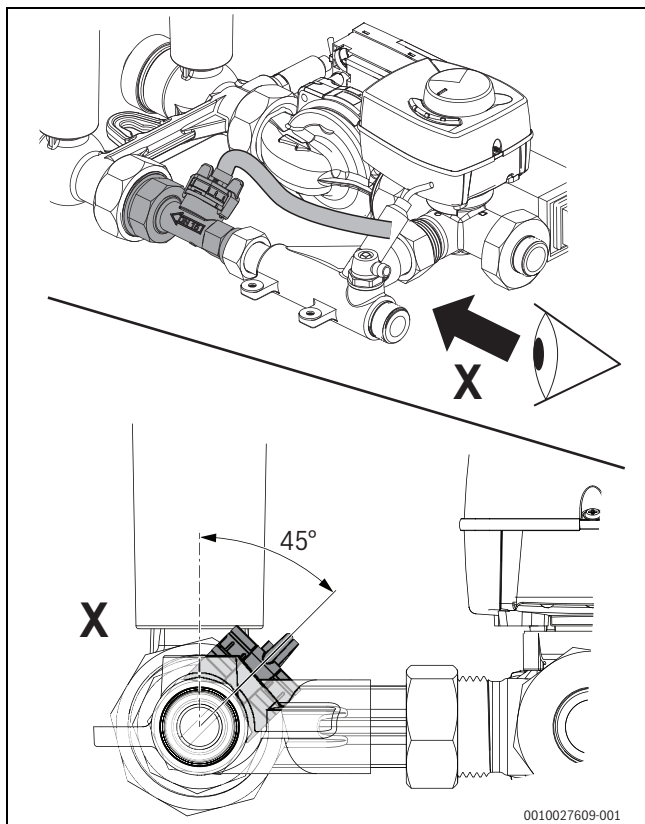

Fig. 31 Alignement de la sonde volumétrique
- ▶ Aligner la sonde volumétrique et serrer les écrous-raccords à fond (→fig. 31).